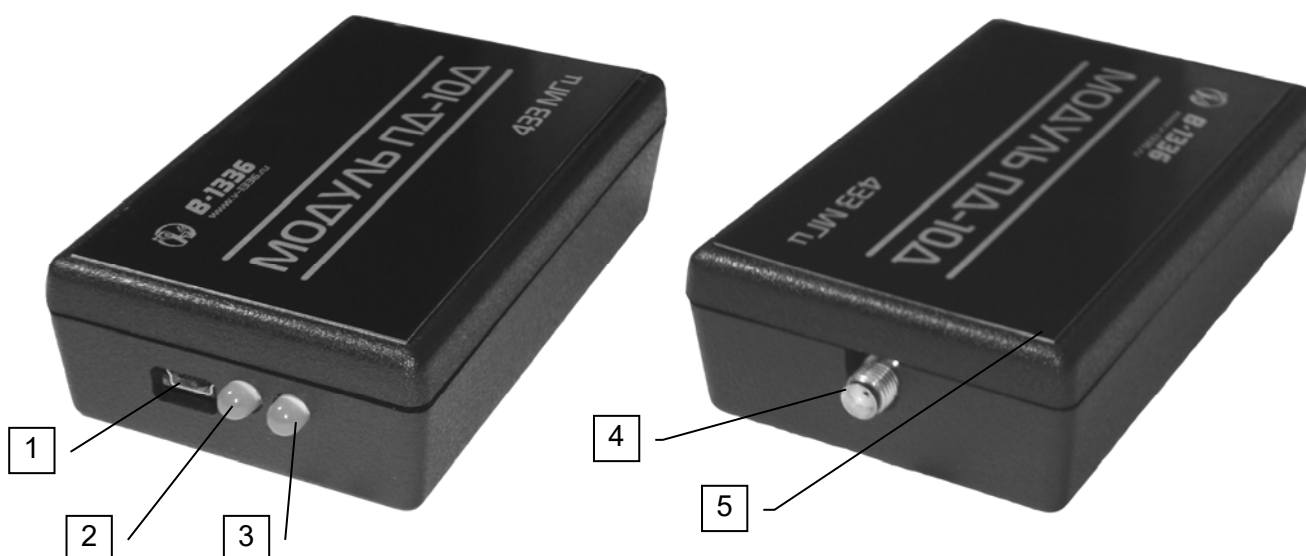

Рис.1. Модуль 10Д.
- 2.1. Конструктивно модуль выполнен в корпусе из полистирола. На одной стороне корпуса расположены интерфейсный разъем USB (1) см. рис. 1 для подключения к персональному компьютеру (ПК), два индикатора "ПИТАНИЕ / КОНФИГУРИРОВАНИЕ" (2) и "ПРИЕМ / ПЕРЕДАЧА" (3). На другой стороне корпуса расположен антенный разъем (4). На лицевой стороне корпуса наклеена декоративная панель 5.